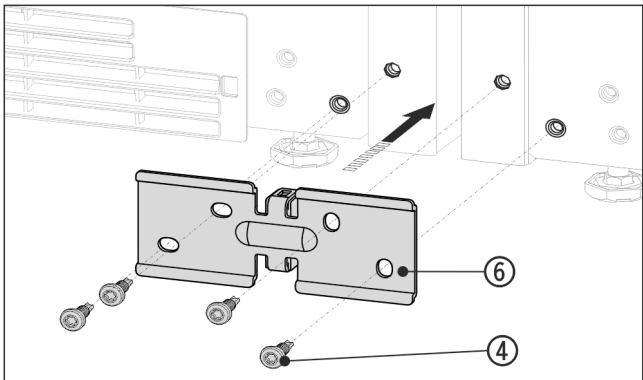

Fig. 12 Représentation à titre d'exemple
- Pousser l'équerre Fig. 12 (6) avec l'entretoise entre les appareils et visser sans serrer avec 4 vis Fig. 12 (4).